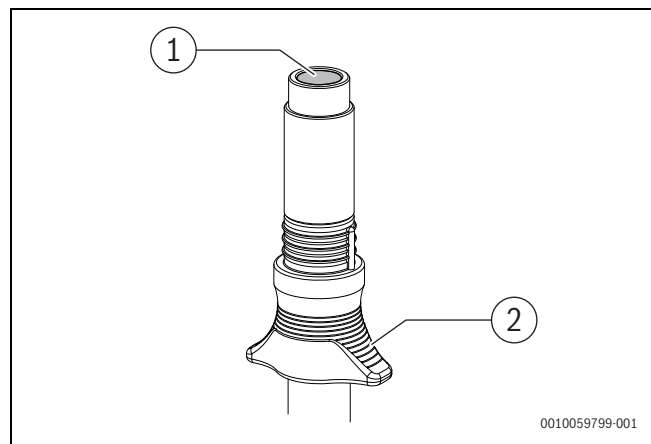

Bild 90 Flammpfeifenreiniger
- ▶ Flammpfeifenreiniger in vorgesehener Position in Winkelhalter einschieben und Winkelhalter wieder in Brennergehäuse einstecken. Dabei beachten, dass sich die Steckhülle in der vordersten Position auf dem Flammpfeifenreiniger befindet (→ Bild 90).